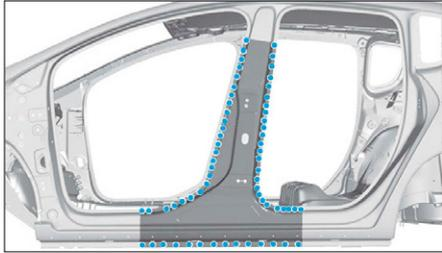

FIG. 71
- Souder par points électriques (Fig.71).